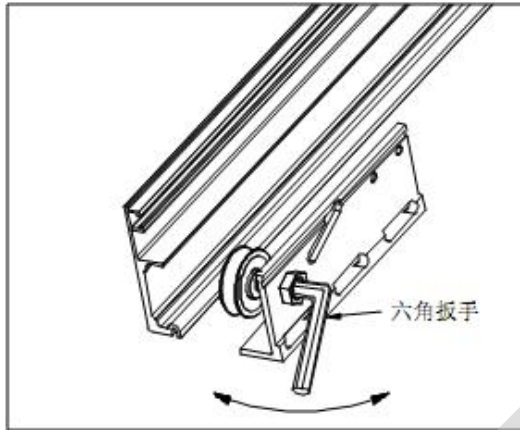

图 4
- B、用 8mm 内六角扳手旋转调整承载轮的位置以调整滑动门扇的倾斜（见图 4）。